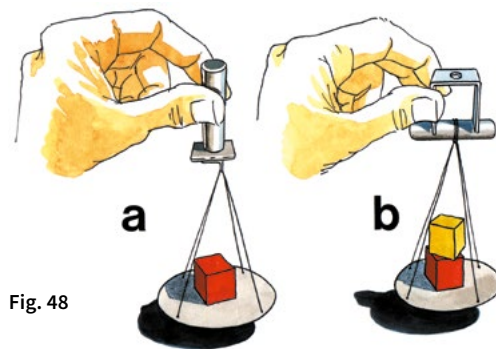

Fig. 48
1. Außer dem Magneten braucht man auch noch einen Anker und einen Pappbecher, der mit einem dünnen Faden an den Anker gebunden wird (siehe Bild 48). Anker und Becher mit dem Magneten anheben, dann verschiedene Teile aus dem Baukasten in den Becher laden, bis der Magnet den schweren Anker nicht mehr halten kann. Notiere welcher Magnet welche Last höchstens tragen konnte. Man kann natürlich auch kleine Gewichte in den Becher laden und so exakt angeben, welche Last jeder Magnet tragen kann.
2. Jetzt noch den Kernmantel aus dem Baukasten auf den Magneten setzen (Bild 48) und das Experiment wie zuvor beschrieben wiederholen. Wie stark ist der Magnet jetzt?